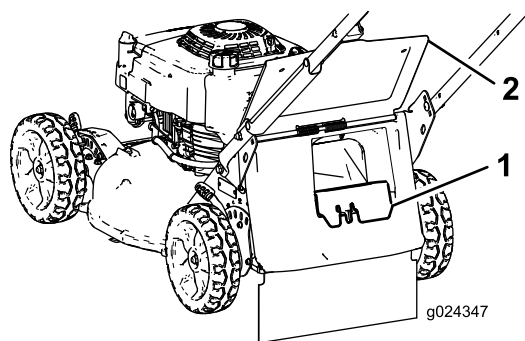

Figura 17
- Se o bujão de descarga traseira não estiver instalado, agarre-o pela pega, eleve a porta traseira e insira-o na calha de descarga traseira até que encaixe no sítio (Figura 17).
1. Porta traseira 3. Entalhe (2)
3. Retire o bujão de descarga traseira empurrando o trinco para baixo com o polegar e retirando o bujão da máquina (Figura 17).